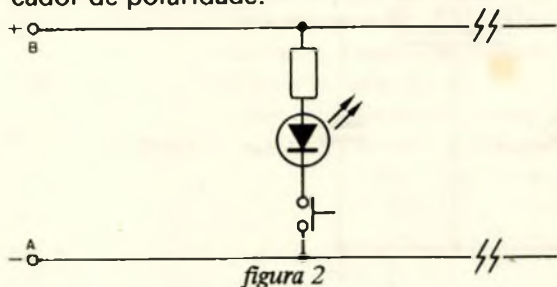

figura 2
**Indicador de polaridade da linha:** A função deste bloco é a de estabelecer a correta conexão do CADEADO ELETRÔNICO à linha telefônica. Como sabemos, a tensão presente na linha telefônica é da ordem de 48VCC (centrais PC) apresentando, portanto, certa polaridade, a qual deve estar de acordo com a polaridade da tensão de 12 volts proporcionada pela fonte de alimentação, ou seja: o (-) desta deve corresponder ao (-) da tensão presente na linha telefônica como bem o indica o diagrama em blocos. Este bloco é constituído por um resistor, um diodo eletroluminescente (led) e uma chave de contato momentâneo (push-button) que, ao ser pressionada deverá energizar o led, indicando polaridade correta — a figura 2 mostra o circuito indicador de polaridade.